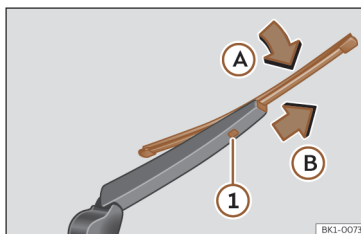

Fig. 146 Cambio de la escobilla de la luna traseira.
- Rote la escobilla ligeramente»» fig. 146 (flecha A).
- Mantenga presionada la tecla de desbloqueo ① tirando de la escobilla en el sentido de la flecha B.
- Inserte en el brazo limpialuneta una escobilla nueva **de la misma longitud y tipo**, en sentido contrario a la flecha B hasta que encastre la tecla ①.